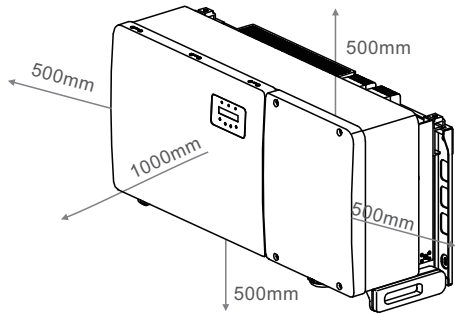

图3.1 逆变器的安装间隙
- 如果现场安装了多台逆变器，则每台逆变器与所有其他安装设备之间应保持至少500mm的间隙。逆变器底部至少应为500mm在地面或地板之上（见图3.1）。